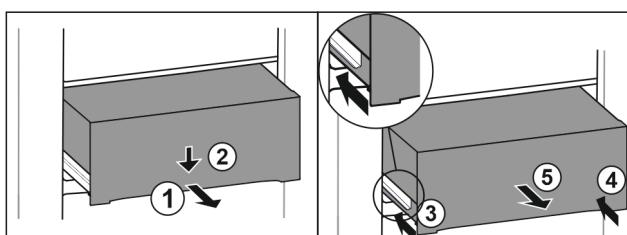

Fig. 146
- Изтеглете чекмеджето наполовина. Fig. 146 (1)
- Натиснете надолу чекмеджето от предната страна. Fig. 146 (2)
- Вкарайте лявата релса приблизително 2 см навътре. Fig. 146 (3)
- Вкарайте дясната релса приблизително 2 см навътре. Fig. 146 (4)
- Извадете чекмеджето напред. Fig. 146 (5)